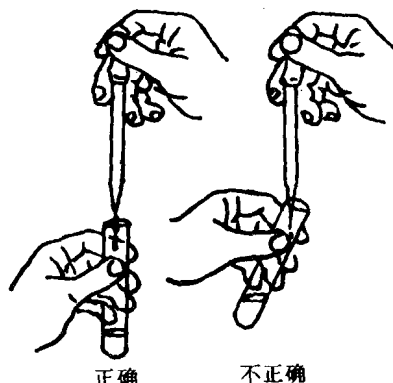

图 16 用滴管将试剂加入试管中
(1) 将试剂滴入试管时,必须用无名指和中指夹住滴管,将它悬空地放在靠近试管的上方(见图 16),然后用大拇指和食指揪紧橡皮奶头,使试剂滴入试管中,绝对禁止将滴管伸入试管中,否则,滴管的管端将很容易碰到试管壁上而沾附了其它溶液,如果再将此滴管放回试剂瓶中,则试剂将被污染,不能再使用。
(2) 滴瓶上的滴管只能专用,不能和其它滴瓶上的滴管搞错。因此,用后应立刻将滴管插回原来的滴瓶中。
(3) 取用试剂时,不能将试剂瓶拿到自己面前,不能随便挪动试剂瓶在试剂架上的固定位置。
(4) 滴管从滴瓶上取出试剂后,应保持橡皮奶头在上,不要平放或斜放,以防滴管中的试液流入奶头,腐蚀橡皮奶头,沾污试剂。